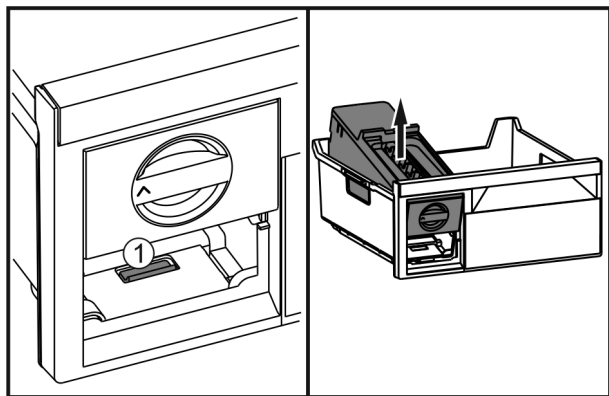

Fig. 47
- ▶ Lip Fig. 47 (1) indrukken, EasyTwist-Ice van achter optillen en uit de vrieslade nemen.